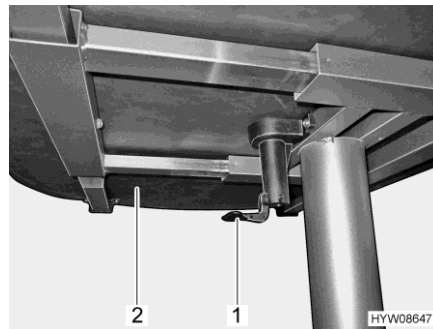

Bild 80 Spak för förskjutning av bordsskivan
- Dra eller tryck spaken (Bild 80,1) nedåt.
- Skjut bordsskivan (Bild 80,2) till önskad position.